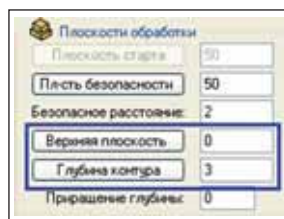

Рис. 12
**Шаг 12.** Для определения значений параметров *Верхняя плоскость* и *Глубина контура* используем либо данные с чертежа, либо сервисные возможности Autodesk Inventor (рис. 12).